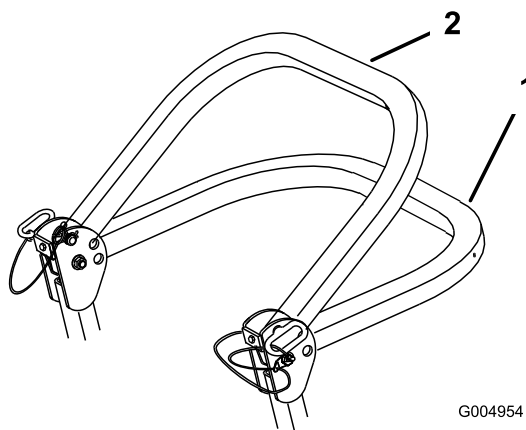

Figure 7
2. Descendez l'arceau de sécurité à la position abaissée. La position abaissée est à deux niveaux. (voir Figure 7).